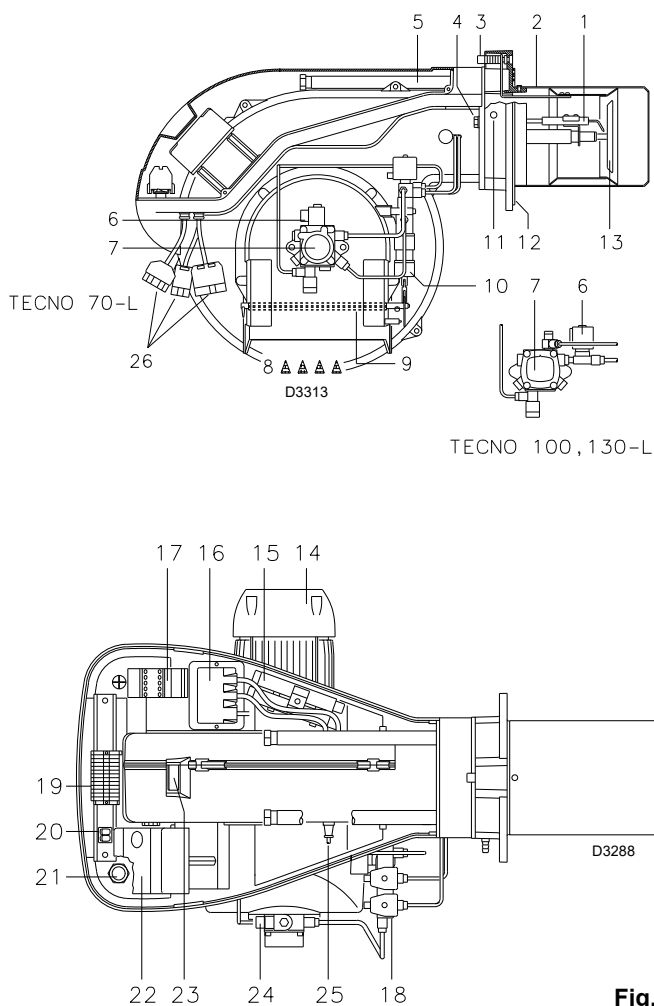

Fig. 2
- 2 - Extensões 15) (Fig. 2) para guias 5) (Fig. 2) (modelos com tubo de fogo de 385 mm)
3.3 Descrição do queimador (Fig. 2)
Bloqueio do equipamento: o acendimento do botão (led vermelho) do equipamento 22) (Fig. 2) indica que o queimador está bloqueado. Para desbloquear, premir o botão por um período de tempo compreendido entre 1 e 3 segundos.
Bloqueio do motor: para desbloquear, premir o botão do relé térmico 17) (Fig. 2).